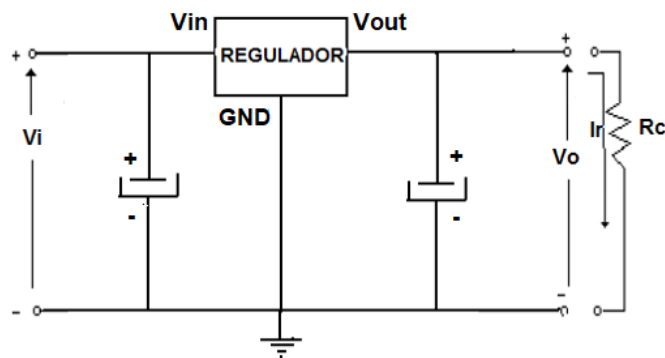

Figura 6: Esquema de un regulador fijo.
-Fuentes reguladas fijas: Regulan un valor fijo de Tensión establecidas por fabricación. (figura 6).